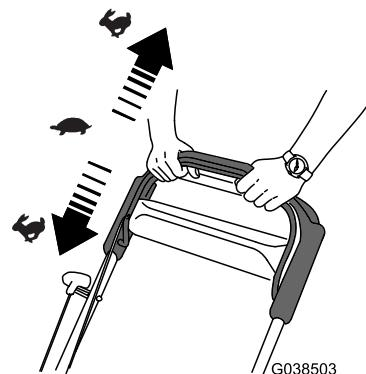

**Bild 13**
1. Drücken Sie den Schaltbügel gegen den Holm (A in Bild 13).
2. Ziehen Sie leicht am Rücklaufstartergriff, bis Sie einen Widerstand spüren. Ziehen Sie ihn dann kräftig durch und lassen ihn langsam in die Seilführung am Holm zurückgehen (Bin in Bild 13).